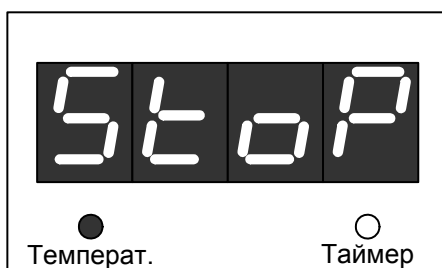

Рисунок 20.
6.4.5. Останов Терморегулятора осуществляется нажатием с последующим удержанием кнопки «Температура» до появления на основном и вспомогательном индикаторе сообщения (рис. 20.).